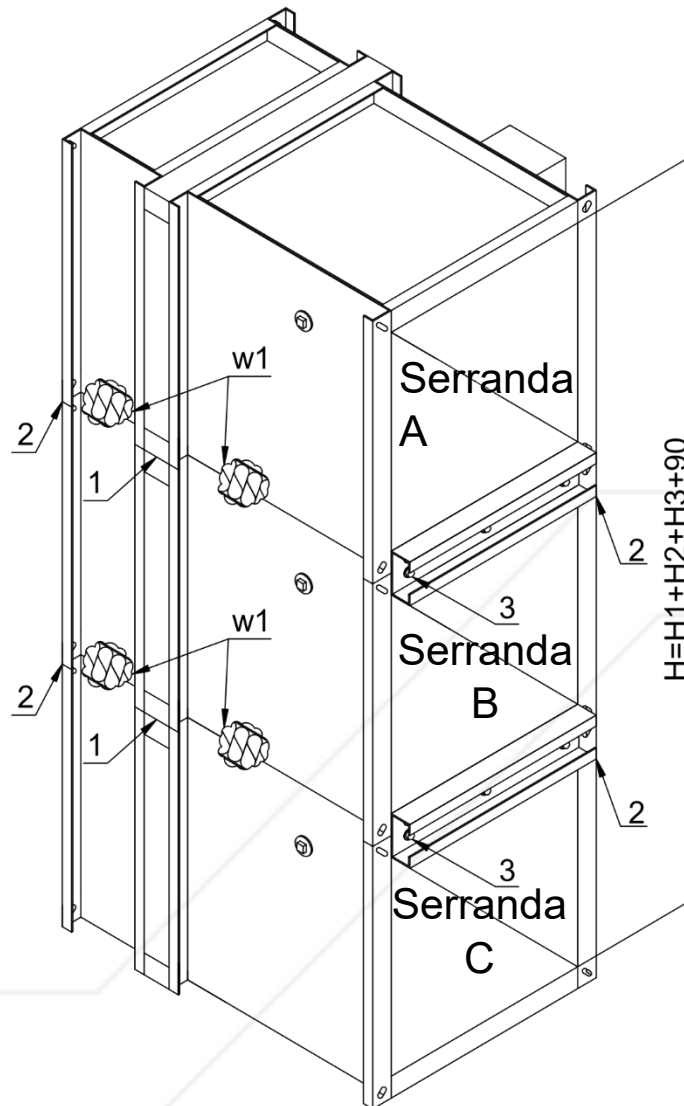

Figura 9. Batteria verticale composta da tre serrande KWP-O-Ex
- Prima di tutto, occorre fissare la guarnizione PROMASEAL-PL avente sezione di 20x1,8, sul distanziatore isolante di una delle serrande adiacenti (pos. (1) in figura 9) su tutta la lunghezza del punto di contatto.